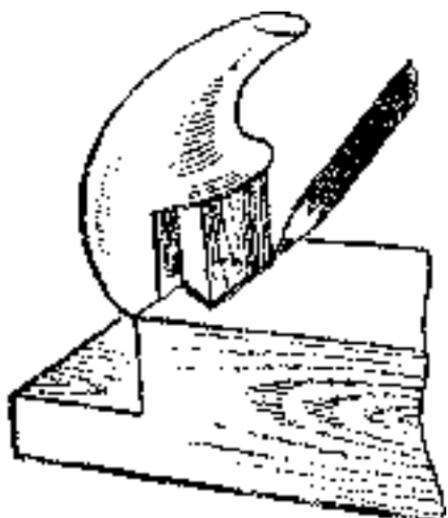

Рис. 77. Разметка паза по гребню рожки.
7. Разметить паз в колодке по гребню рожка (рис. 77).